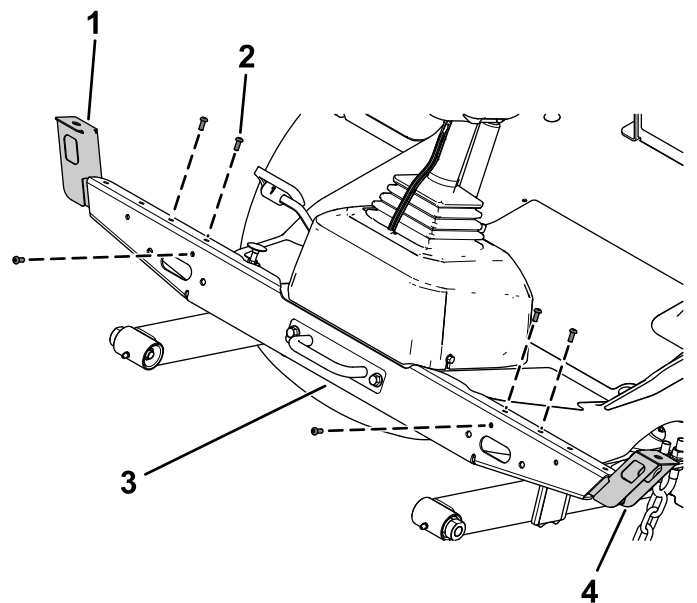

Bild 19
3. Befestigen Sie die linke und rechte Scheinwerferhalterung mit drei Halbrundschrauben ($\frac{1}{4}'' \times \frac{5}{8}''$) durch die Sicherungsmuttern an der Kreuzhalterung der Scheinwerfer auf jeder Seite (**Bild 19**).